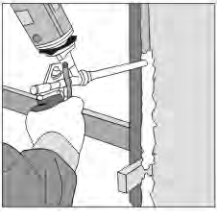

Рис.15
5.1.9. Зазор между дверной коробкой и стеной заполните монтажной пеной. Оставьте до полного затвердения пены (см. инструкцию на баллоне) (рис.15).